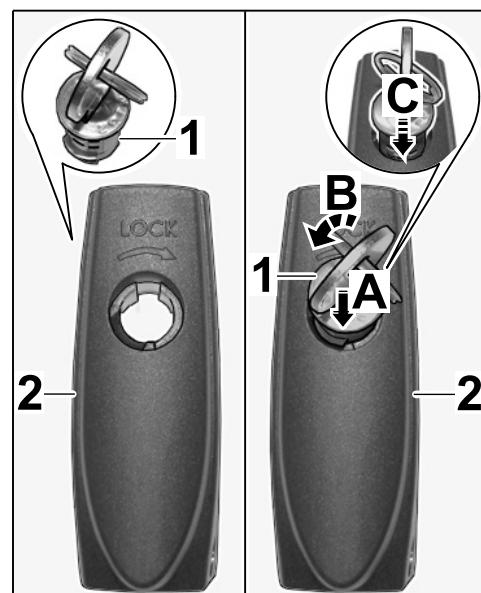

Figura 6
- 1.3 El montaje del bombín en la palanca tensora ( $\Rightarrow$  Figura 6) se lleva a cabo de forma similar al punto 1.2.